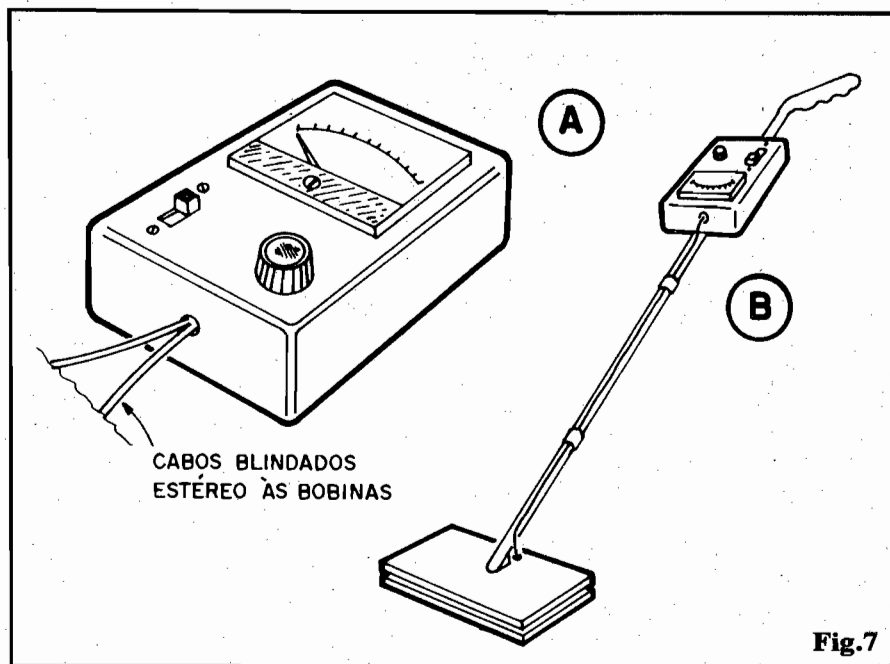

Fig.7
- FIG. 7 - O "JEITÃO" FINAL DO SDEM - Nos itens A e B da figura vemos, respectivamente, os acabamentos sugeridos para a caixa que abrigará o circuito, bateria, galvanômetro, potenciômetro e interruptor geral, e para a estrutura total do SUPER-DETECTOR, com a caixa fixada próximo ao topo da haste, e a extremidade desta dotada de uma manopla que facilitará o uso, tornando confortável o manuseio do aparelho. Para que os cabos blindados estéreos de ligação às bobinas captadoras não fiquem "pendurados", convém fixá-los, ao longo da haste, com anéis de fita adesiva.